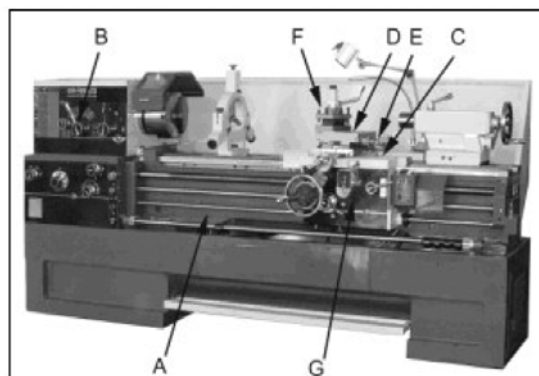

Fig. 10
**Drejbænkens vange.** Drejbænkens vange (A, Fig. 10) er fremstillet af støbejern med lav vibrationsniveau og stor stivhed. To præcisionsglebne glideføringer, som er forstærket ved induktionshærdning og polering, fungerer som styreskinne for slæden og spindeldokken. Den primære drivmotor er monteret i soklen under spindeldokken.
**Spindeldokken.** Spindeldokken (B, Fig. 10) er støbt i højkvalitetsstøbejern med lavt vibrationsniveau. Den er boltet fast på vangen med fire sekskantbolte. Spindlen er monteret på konus-præcisionsrullelejer i dokken.
**Slæde.** Slæden (C, Fig. 10) er fremstillet af højkvalitetsstøbejern. Tværsælæden er monteret på slæden og kører på en svalehaleføring, som kan justeres vha. hagekilerne.
Grundholdersælæden (D, Fig. 10) med T-spor er monteret på tværsælæden (E, Fig. 10) og kan roteres 360°. Grundholdersælæden og tværsælæden bevæges på en svalehaleføring og er udstyret med justerbare hagekiler. En firevejs-stålholder er monteret på hovedslæden.
**Firevejs-stålholder.** Stålholderen (F, Fig. 10) er monteret på grundholdersælæden og kan monteres med maks. fire stål ad gangen. Vær opmærksom på, at der skal anvendes minimum to spændeskruer, når der installeres et skæreværktøj.
**Forklæde.** Forklædet (G, Fig. 10) er monteret på slæden. Ilgang med forklædet opnås vha. en tandstang på vangen, som betjenes med et hjul på forsiden af forklædet.